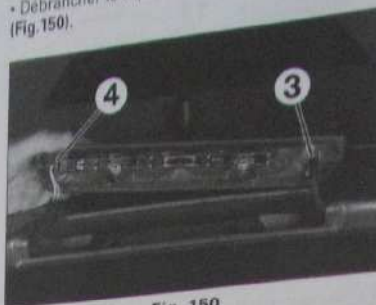

Fig. 150
- Débrancher le tuyau d'eau (3) et le connecteur (4) (Fig. 150).
- Débrancher le tuyau d'eau (2) et le connecteur (3) (Fig. 150).